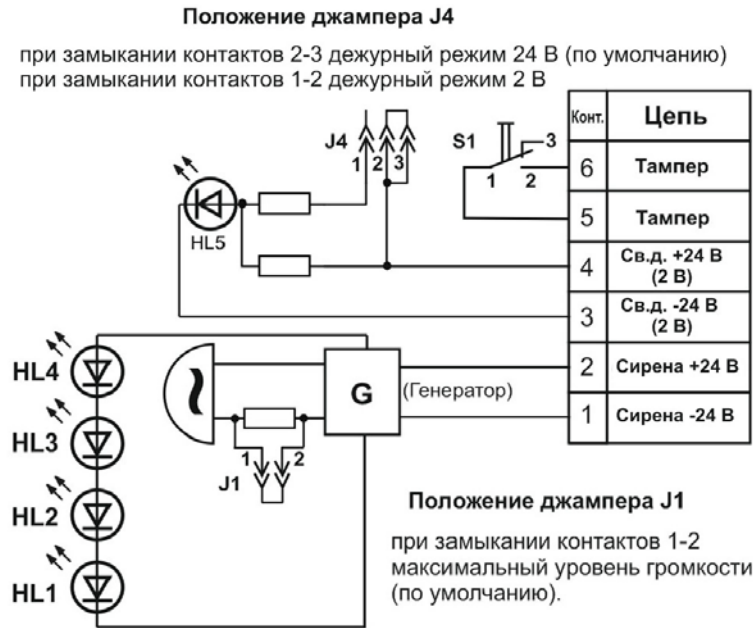

Рисунок 3
- 1) оповещатель «ГНОМ-1» (рисунок 2 приложения 1) («ГНОМ-2») (рисунок 3 приложения 1):